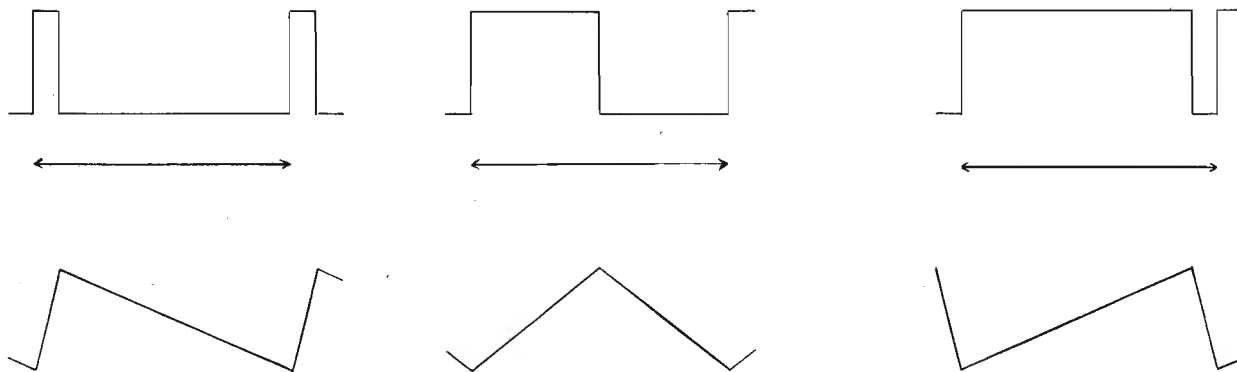

FIGURA 4
- 1) possibilità di avere onda quadra e triangolare non più simmetriche, ma con duty cycle variabile (vedi figura 4); naturalmente, quando non c'è simmetria, non è più possibile ottenere l'onda sinusoidale;
Un discorso particolare meritano le reti R_A e R_B , che permettono di variare il duty cycle dal 10 al 90%; può infatti sembrare assurdo l'uso di 13 resistenze di precisione (1%) e di un commutatore a due vie, 10 posizioni per ottenere una funzione così semplice. Il fatto è che normalmente si vuole variare il duty cycle lasciando invariata la frequenza (vedi figura 4). Se ci si accontenta invece di variare in qualche modo e separatamente la durata delle due parti dell'onda, è sufficiente usare due potenziometri (posizione numero 1 del commutatore S_1).